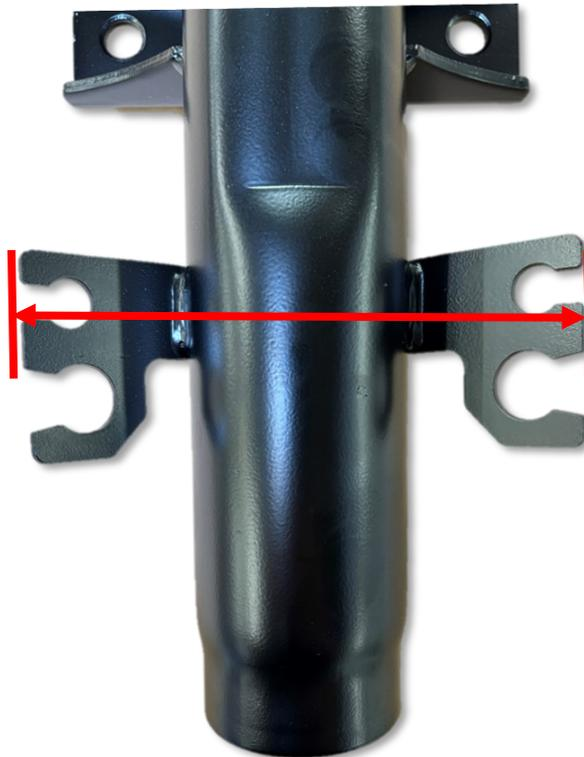

Abb. 1: Abstand Bremsschlauchhalter
- **Prüfen** Sie vor der Montage das **Maß** zwischen den **Bremsschlauchhaltern, Abb. 1**. Es muss **135 mm oder kleiner** sein; die Halter müssen erforderlichenfalls **nachgebogen** werden.